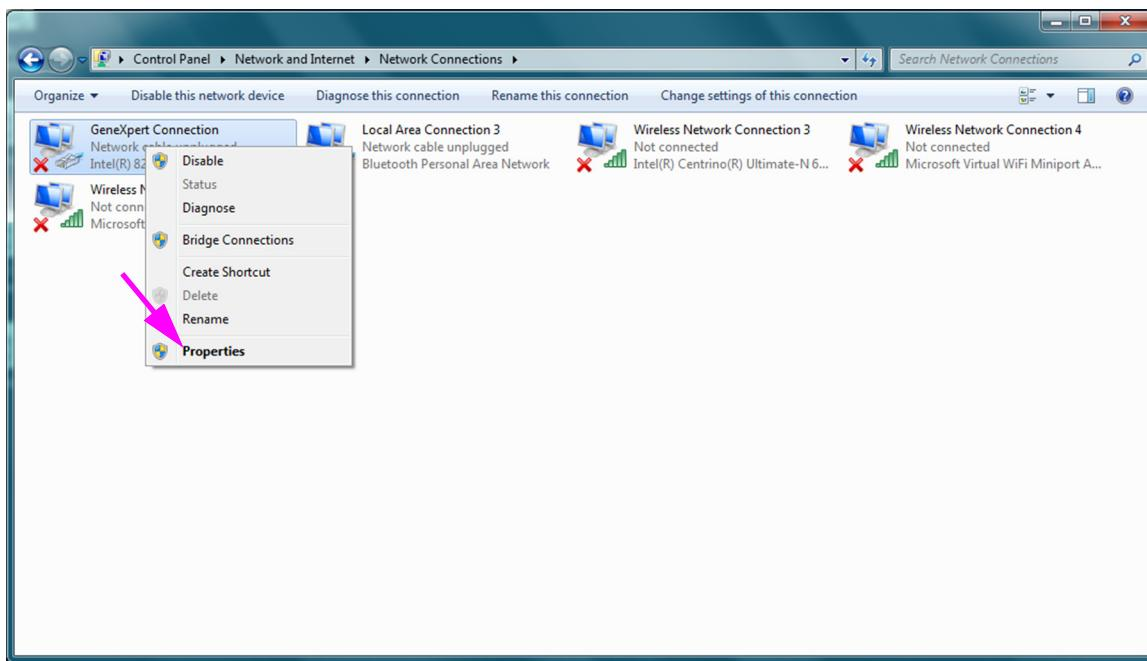

Figura 2-40. Schermata Network Connections (Conessioni di rete) con menu a discesa
6. Fare clic con il tasto destro sulla voce **GeneXpert Connection (Connessione GeneXpert)**. Viene visualizzato un menu a discesa. Vedere la Figura 2-40.